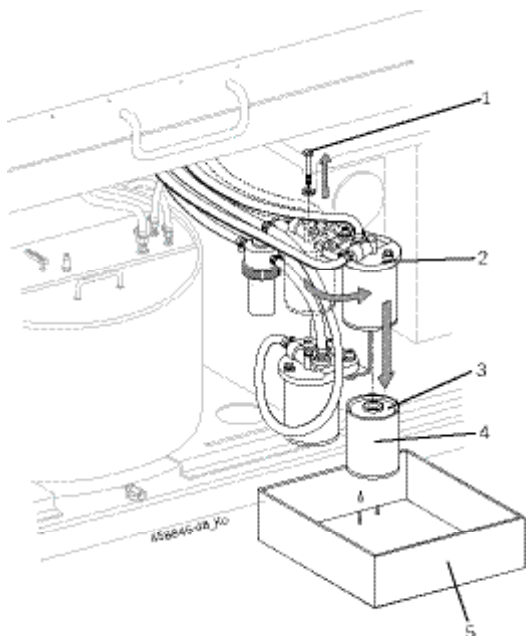

Fig. 15: Выкрутите и отсоедините фильтр испытательного масла
- Выкрутите фильтр испытательного масла (См. Рис. 15).
- Установите контейнер (Рис. 15, Поз. 5) под фильтр испытательного масла.
- Выкрутите фильтр (Рис. 15, Поз. 1).
- Отсоедините фильтр испытательного масла (Рис. 15, Поз. 4) от крышки фильтра (Рис. 15, Поз. 2), повернув ее.
- Отсоедините фильтрующий элемент (Рис. 15, Поз. 3) от фильтра испытательного масла и утилизируйте.